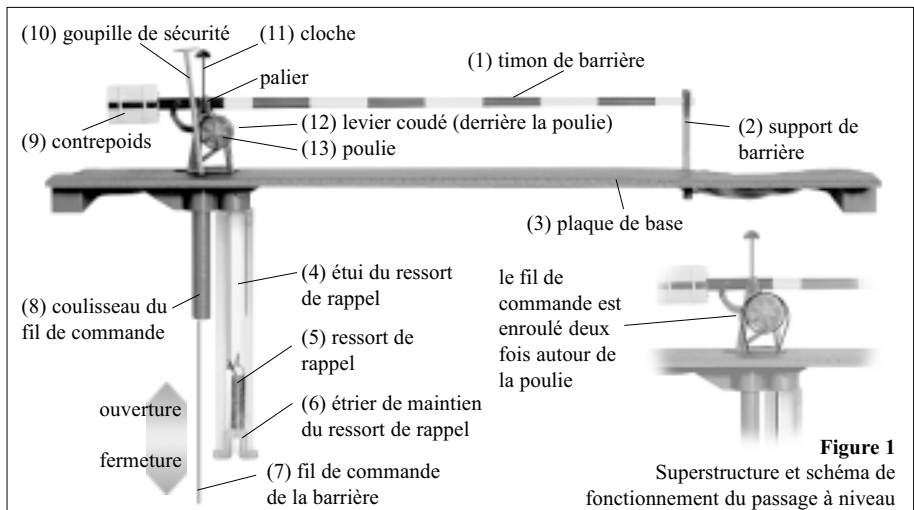

Figure 1
La figure 1 montre la superstructure et le principe de fonctionnement du passage à niveau. Le fin fil de commande (7) est fixé au ressort (5) et est enroulé deux fois autour de la poulie (13) dans le sens contraire à celui des aiguilles d'une montre. Si le fil (7) est tiré vers le bas, la barrière s'ouvre sous l'action de la poulie (13) et, simultanément, le ressort (5) se tend. Si le fil est «relâché», il est tiré dans l'autre sens par le ressort de rappel de sorte que la barrière se ferme. Le ressort possède une double fonction. D'une part, il exerce une traction sur le fil de commande et, d'autre part, il garantit que celui-ci soit toujours bien «tendu» et qu'il ne dérape pas de la poulie. Si vous désirez tester le fonctionnement, maintenez le fil légèrement tiré vers le bas et ôtez la goupille de sécurité (10). Il faut éviter de tirer ou de relâcher le fil par à-coups pour empêcher qu'il ne
Collez la cloche (11) sur une armature de barrière (voir fig. 1). N'utilisez que peu de colle en veillant à ne pas en faire pénétrer dans les paliers!